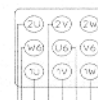

Bild 8
• mit Anlasspolumschalter with pole-changing starting switch -> Bild 8